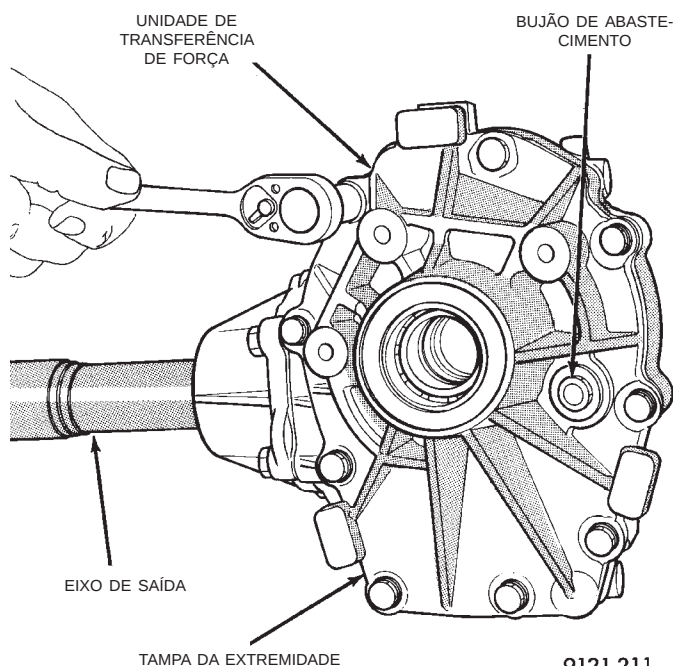

Fig. 12 Parafusos da Tampa da Extremidade do P. T. U.
- (1) Remova os parafusos da tampa da extremidade do P. T. U. (Fig. 12).